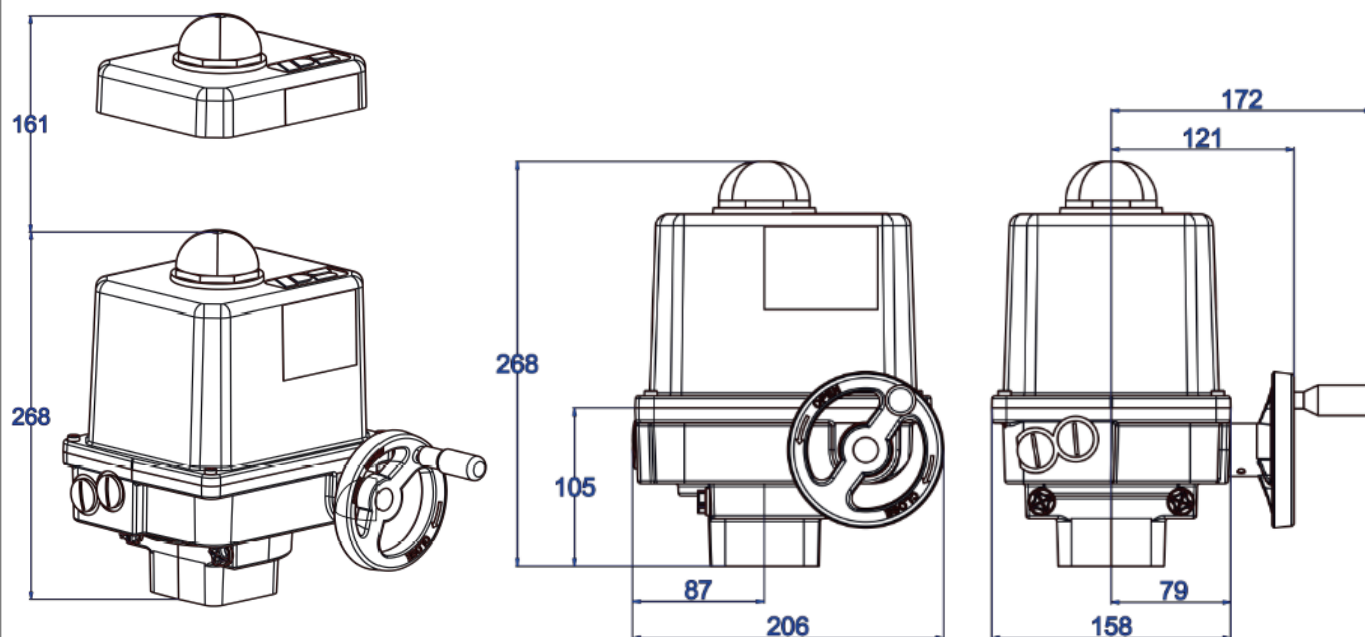

Figura 1: Dimensiones de la instalación de PSQ-E100 y PSQ-E150
- Al instalar los actuadores, deje suficiente espacio para poder retirar la cubierta (figura 1).